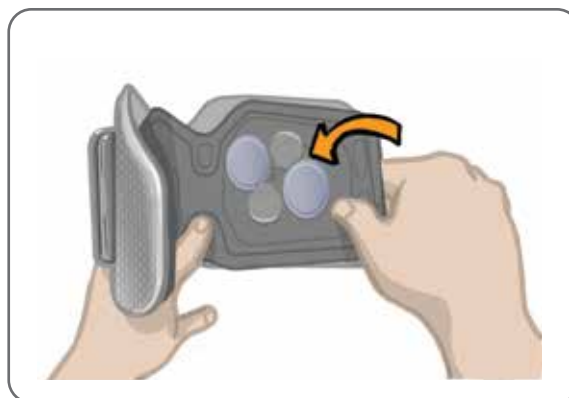

Figura 6-5: Îndepărtarea panoului personal
1. Îndepărtați panoul personal din jambiera Lower Leg. Consultați Figura 6-5.